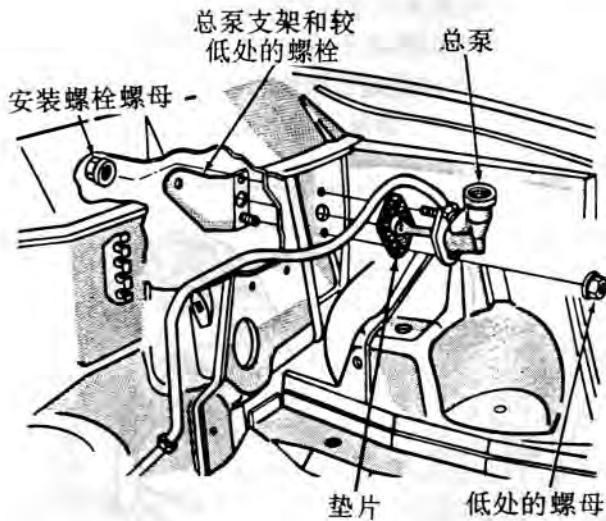

图 5 总泵连接
(6) 拆下总泵连接螺母，卸下总泵。注意总泵的紧固件为反扣(图 5)。从驾驶室容易卸下